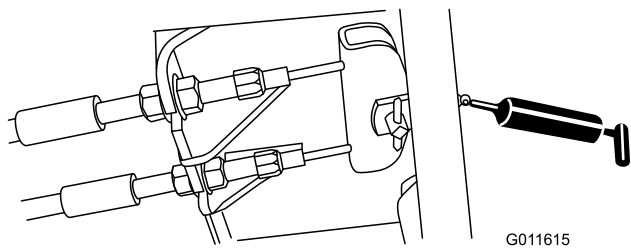

Figura 49
- Pedal do travão (1) (Figura 49)